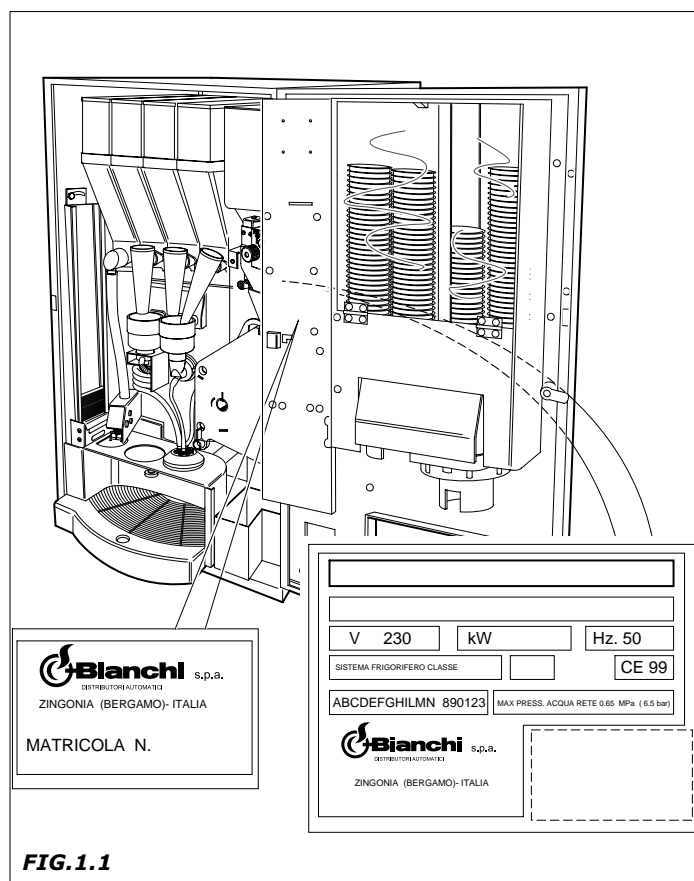

FIG.1.1
- los datos que aparecen en la placa de características. (Fig.1.1)